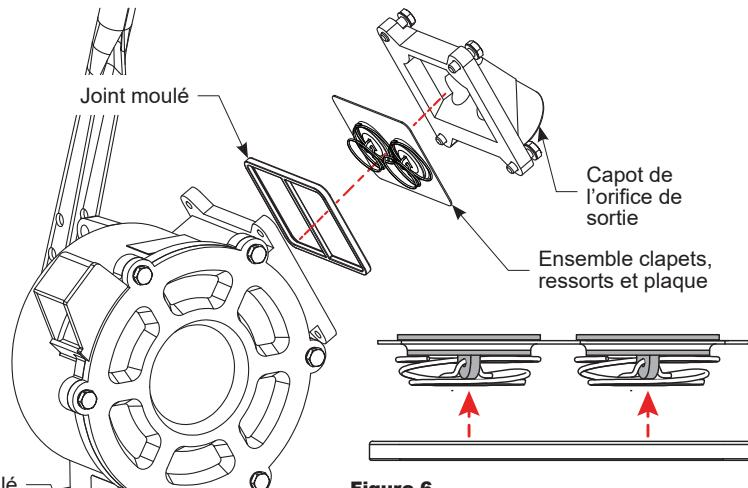
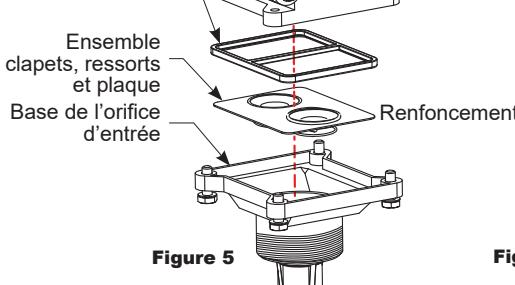

Figure 6
Figure 5
1. Retirer les (4) vis du capot de l'orifice de sortie et retirer le capot de sortie de la pompe (voir Figure 5).
2. Retirer les (4) vis de la base de l'orifice d'entrée et retirer la pompe de la base (voir Figure 5).
3. Enlever les clapets, les ressorts et la plaque des orifices d'entrée et de sortie (voir Figures 5 et 6).
4. Retirer le joint moulé des orifices d'entrée et de sortie (voir Figure 5).
5. Installer des joints moulés neufs dans les orifices d'entrée et de sortie (voir Figure 5). S'assurer que les joints sont orientés de sorte que le renforcement de la rainure soit orienté vers l'ensemble des clapets, des ressorts et de la plaque (voir Figure 7) et qu'ils sont correctement plaqués.
6. Inspecter les ensembles de clapets, ressorts et plaque pour s'assurer que les ressorts sont insérés dans le trou des clapets pour garantir la compression (voir Figure 6). Réinstaller les ensembles (Voir Figure 5).